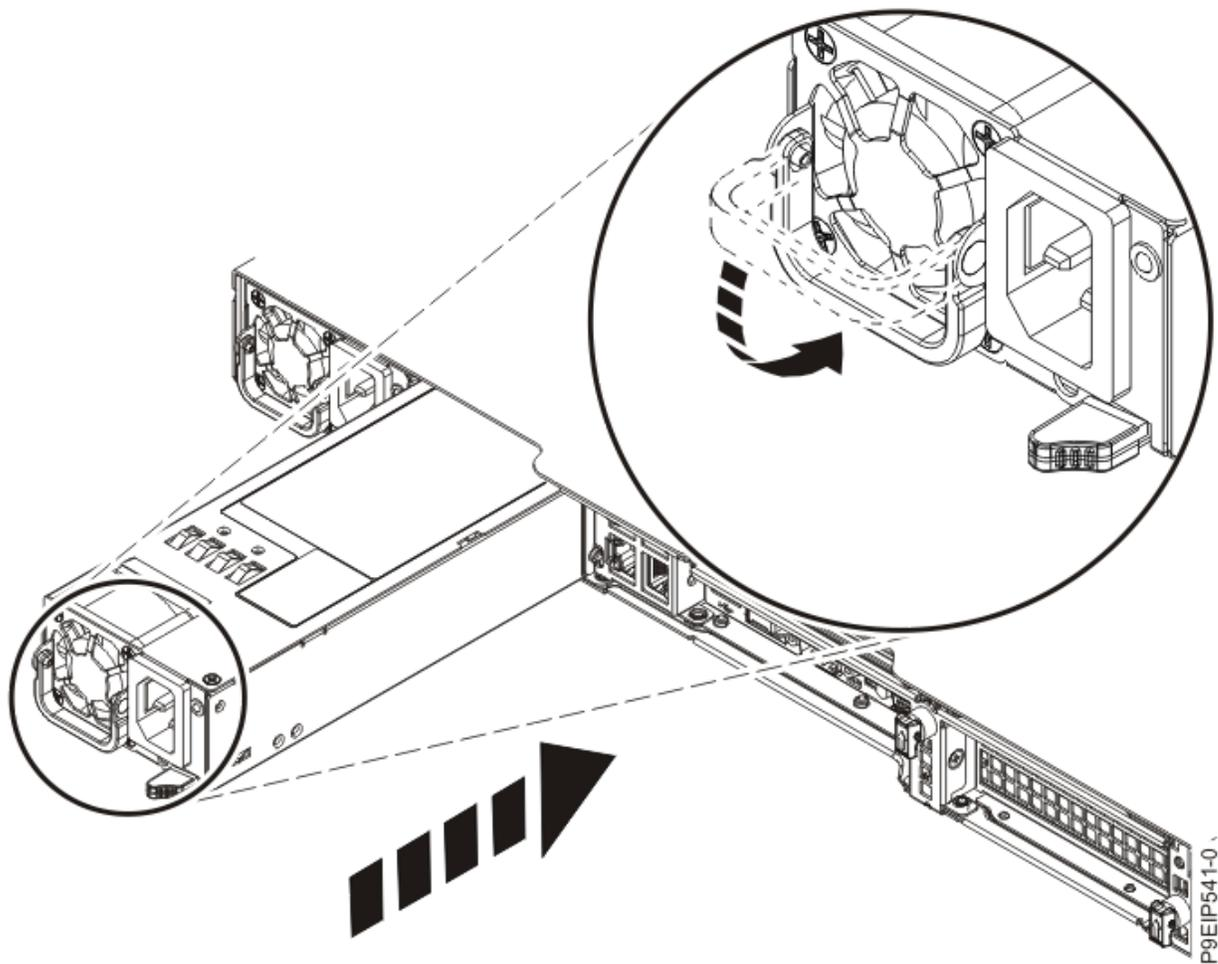

Abbildung 28. Austausch eines Netzteils im System
2. Richten Sie das Netzteil an der Position aus (siehe Abbildung 28 auf Seite 34). Der Lüfter befindet sich auf der linken Seite; der Netzstecker befindet sich auf der rechten Seite. Schieben Sie das Netzteil in das System, bis die Verriegelung einrastet.